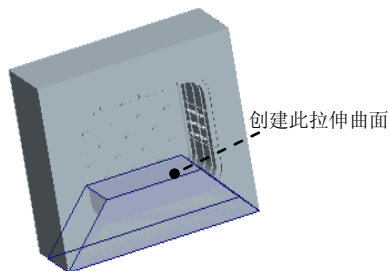

图 16.15 创建拉伸曲面 1
(1) 在模型树界面中选择  **树过滤器(T)...** 命令。
(2) 在系统弹出的“模型树项”对话框中选中 ☒ **特征** 复选框，然后单击 **确定** 按钮。
(3) 在模型树中选中  **CASE_MOLD_REF.PRT**、 **WP.PRT**、 **聚集 标识41 [MOLD_VOL_1 - 模具体积块]** 和  **分割 标识5259 [LOWER_VOL - 模具体积块]** 并右击，从系统弹出的快捷菜单中选择  **遮蔽** 命令。
Step4. 通过拉伸的方法创建图 16.15 所示的拉伸曲面 1。
(1) 单击 **分型面** 功能选项卡 **形状** 区域中的  **拉伸** 按钮，此时系统弹出“拉伸”操控板。